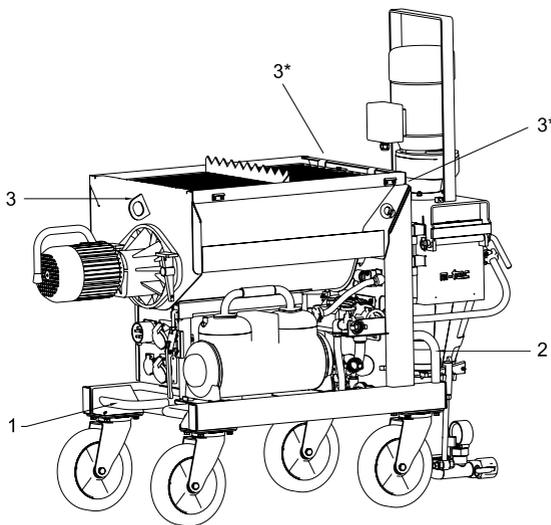

Рисунок 6: Ручки и петли для крана
- При осуществлении транспортировки вручную двигатель насоса, смесительная труба, шнековый дозатор с двигателем, компрессор и камера для материала могут демонтироваться из корпуса при помощи простой ручки и транспортироваться по отдельности. На передней части корпуса имеется две ручки (Рис. 6, 1 / 6, 2).